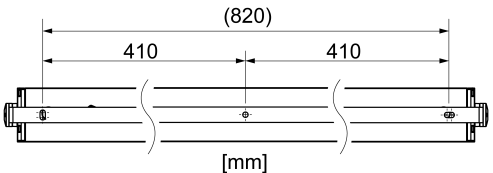

Bild 2: Bohrmaße
- Zur Montage der Leuchte zunächst die seitlichen Klemmscheiben (3) mit einem Stiftschlüssel TORX 30 lösen und den Haltebügel (5) vom Leuchtenkörper (1) abnehmen.
- Montagebohrungen herstellen (Bild 2).
- Haltebügel (5) mit zwei geeigneten Schrauben am Montagegrund befestigen.
- Leuchtenkörper (1) in den Haltebügel (5) einsetzen.
- Klemmscheiben (3) an beiden Seiten des Haltebügels aufsetzen und Schraube mit einem Stiftschlüssel TORX 30 handfest anziehen.